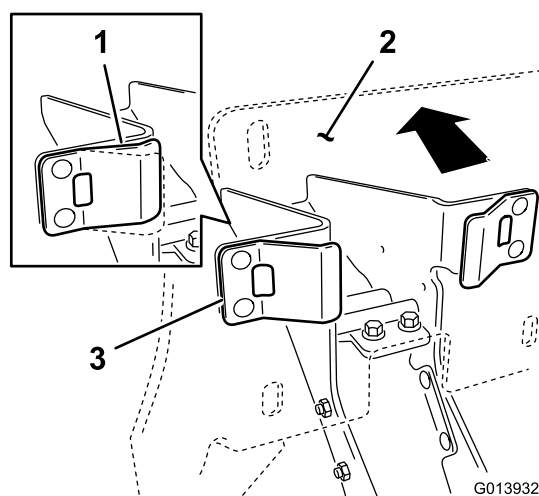

Figura 9
4. Accertandovi che i dispositivi di arresto in plastica siano a contatto con le linguette della molla, esercitate una pressione sul gruppo contropiastra della base sufficiente a comprimere le linguette delle molla a metà corsa (Figura 9).